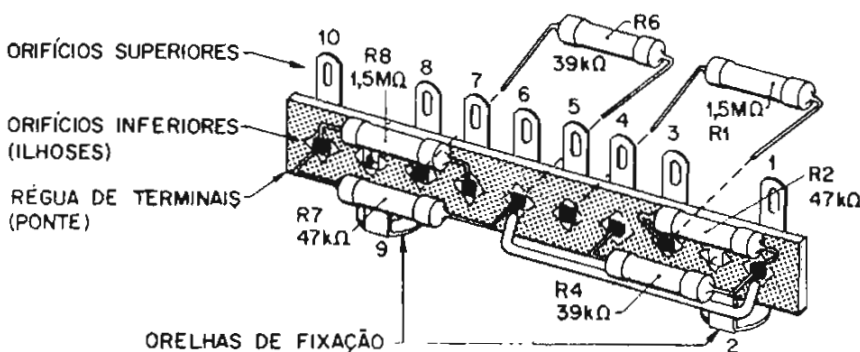

Figura 11 - Montagem dos resistores na régua de terminais
A figura 11 mostra os detalhes da montagem dos resistores na régua de terminais (ponte). Como se observa, os pontos de ligação foram numerados de 1 a 10, servindo o 2 e o 9 para fixação. Execute as operações seguintes, utilizando sempre os orifícios inferiores (ilhoes) dos terminais:
- 8 - Dobre os terminais de  $R_6$  ( $39\text{k}\Omega$ ) e insira-os nos orifícios inferiores dos terminais 6 e 8 da ponte, conforme mostra a figura 11.
- 11 - Dobre os lides de  $R_7$  ( $47 k\Omega$ ) e encaixe-os nos terminais 10 e 6, deixando uma distância de 3 mm entre o corpo de  $R_7$  e a ponte, e mantendo o componente na posição ilustrada na figura 11. Solde o terminal 10.